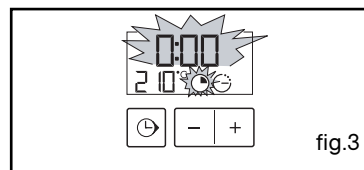

fig.3
- o indicador de duração de cozedura e 0:00 piscam (fig.3).